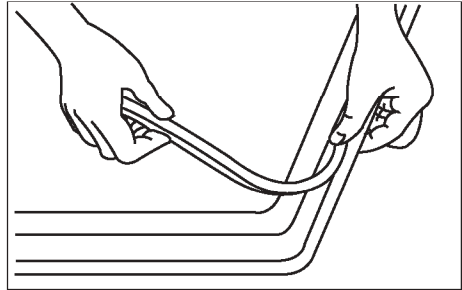

Рис. 8
- 2) Уложите по краю стеклянной верхней панели соответствующее уплотнение, следя, чтобы его концы не заходили один на другой (рис. 8).